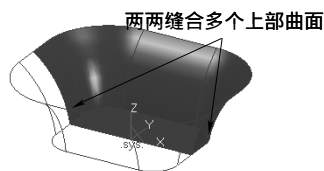

图 6-70 缝合曲面
9) 选择下拉菜单“造型”→“曲面编辑”→“曲面缝合”命令,或者单击“线面编辑栏”工具栏上的“曲面缝合”按钮,在立即菜单中选择“平均切矢”缝合方式,依次两两选择周边所有曲面进行缝合,如图 6-70 所示。